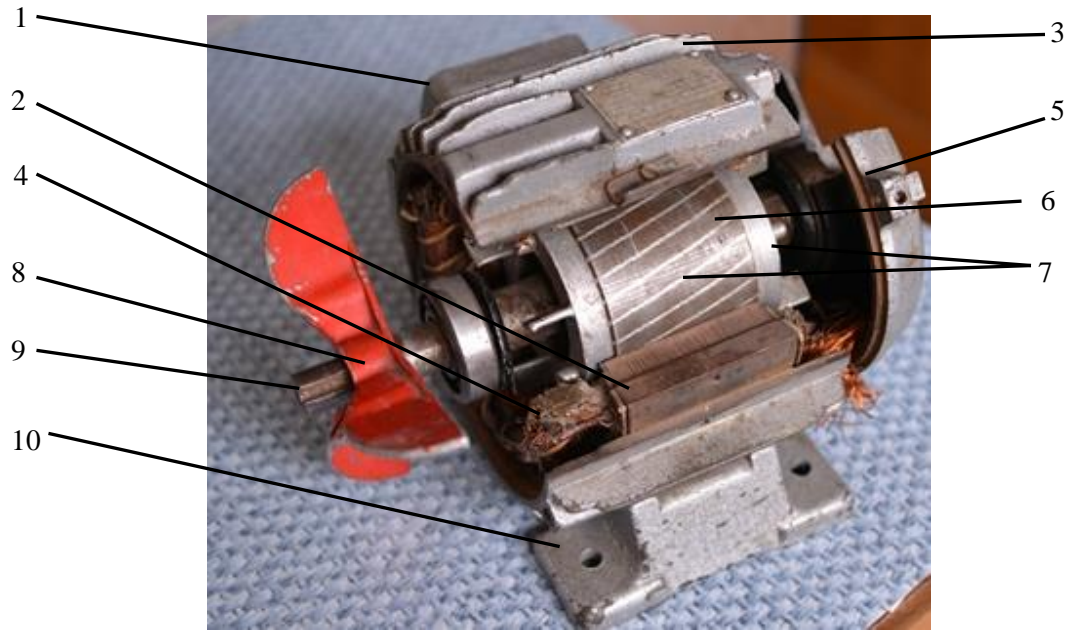

Fig. 1. Mașină asincronă cu rotor în scurtcircuit
- *cu rotor în scurtcircuit (în colivie) prezentat în Fig. 1;*